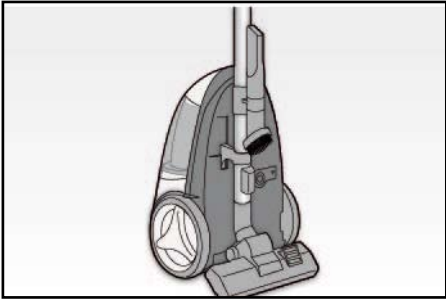

Fig. 5
ATTENZIONE: Durante il riavvolgimento, direzionare il cavo con una mano in modo da evitare di ferirsi. Riporre l'apparecchio, in posizione verticale, inserendo il porta accessori (Q) sul tubo telescopico (O) ed agganciandovi l'aspiratore fessure (V) e l'aspiratore piccolo con spazzolino (H); agganciare quindi il tubo (O), con inserita la spazzola pavimenti (S), nell'apposito alloggiamento posto sul fondo dell'apparecchio (Fig. 5).